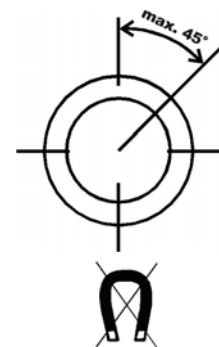

Fig. 1
- ↯ Ne montez les commutateurs qu'en position verticale, écart 45° max. (Fig. 1).